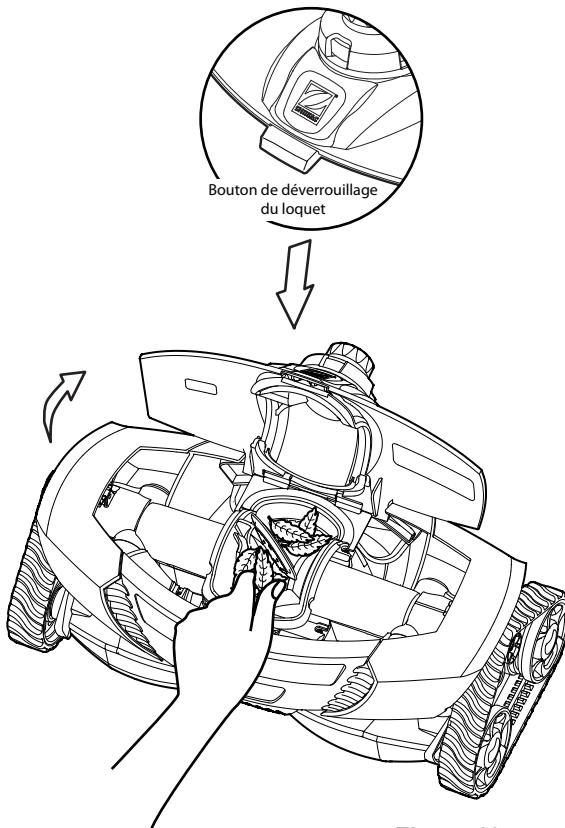

Figure 10
- 1) Poussez le bouton de déverrouillage du loquet sur le dessus du nettoyeur (voir à figure 10).